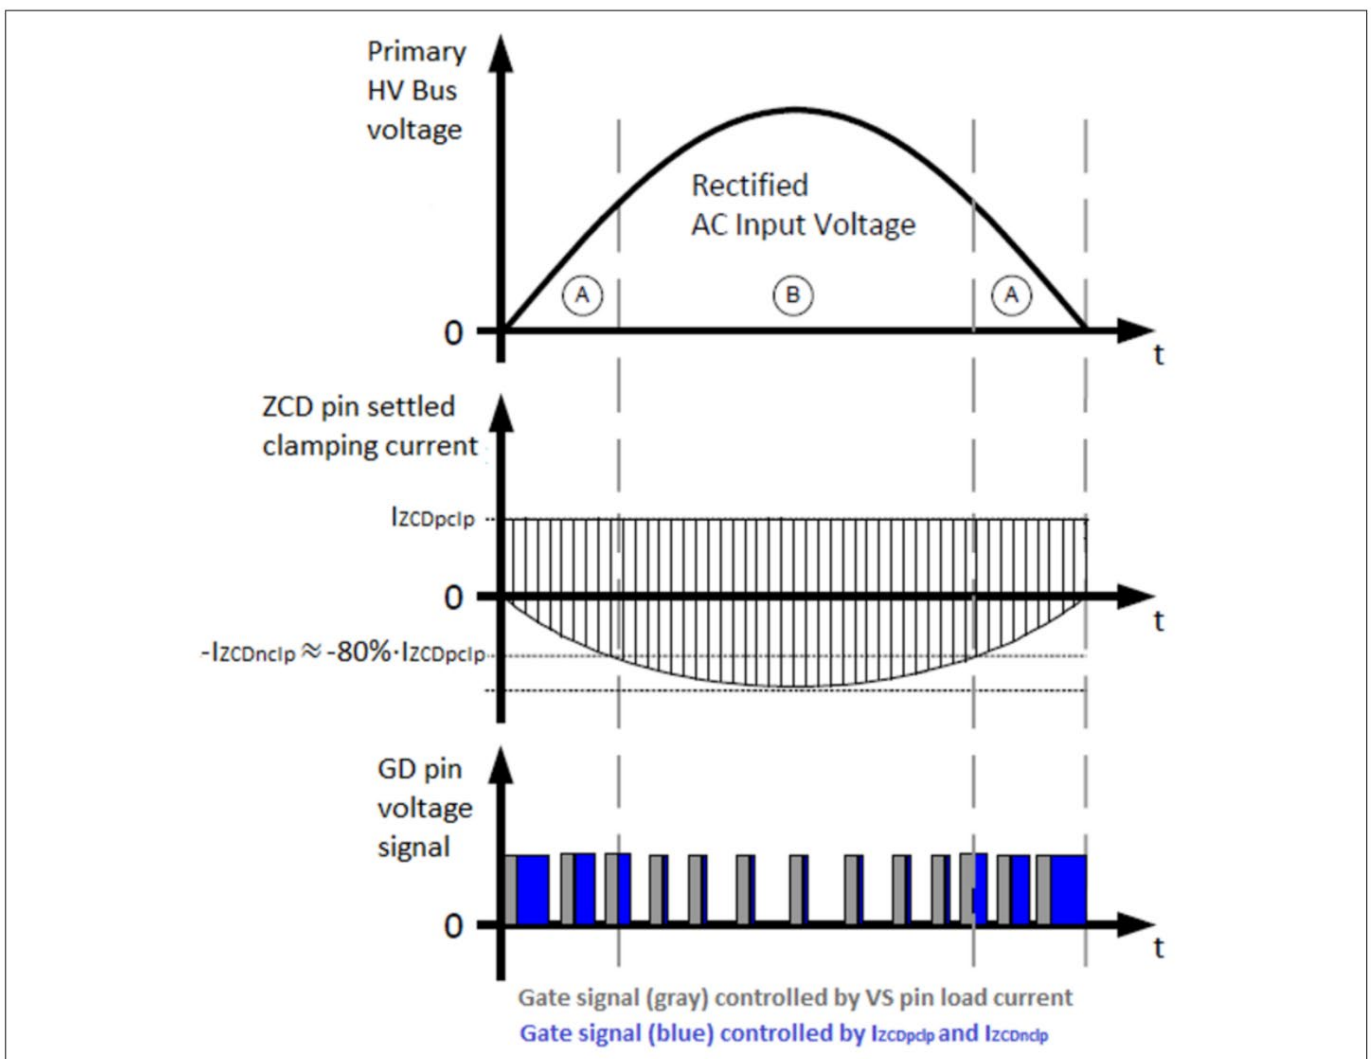

图 8 ICL8830 在 AC 输入电压过零点附近利用导通时间扩展进行 THD 校正
如图 8 区域 A 所示，ICL8830 在 AC 输入电压过零点附近增大导通时间的延伸量，其中 $I_{ZCDnclp}$ 小于 $I_{ZCDpclp}$ 的 80%。
- 用于 THD 校正的导通时间延伸效应（见图 8）